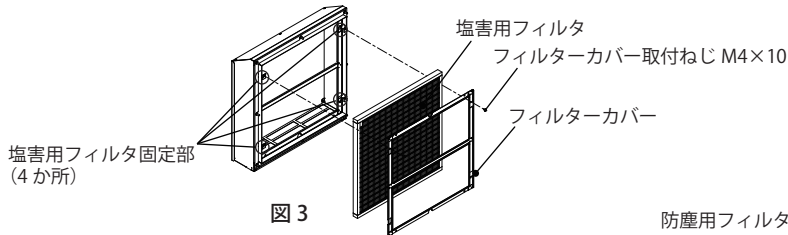

図3
1. フィルタカバー取付ねじM4×10(2か所)を取り外してください。(図3)